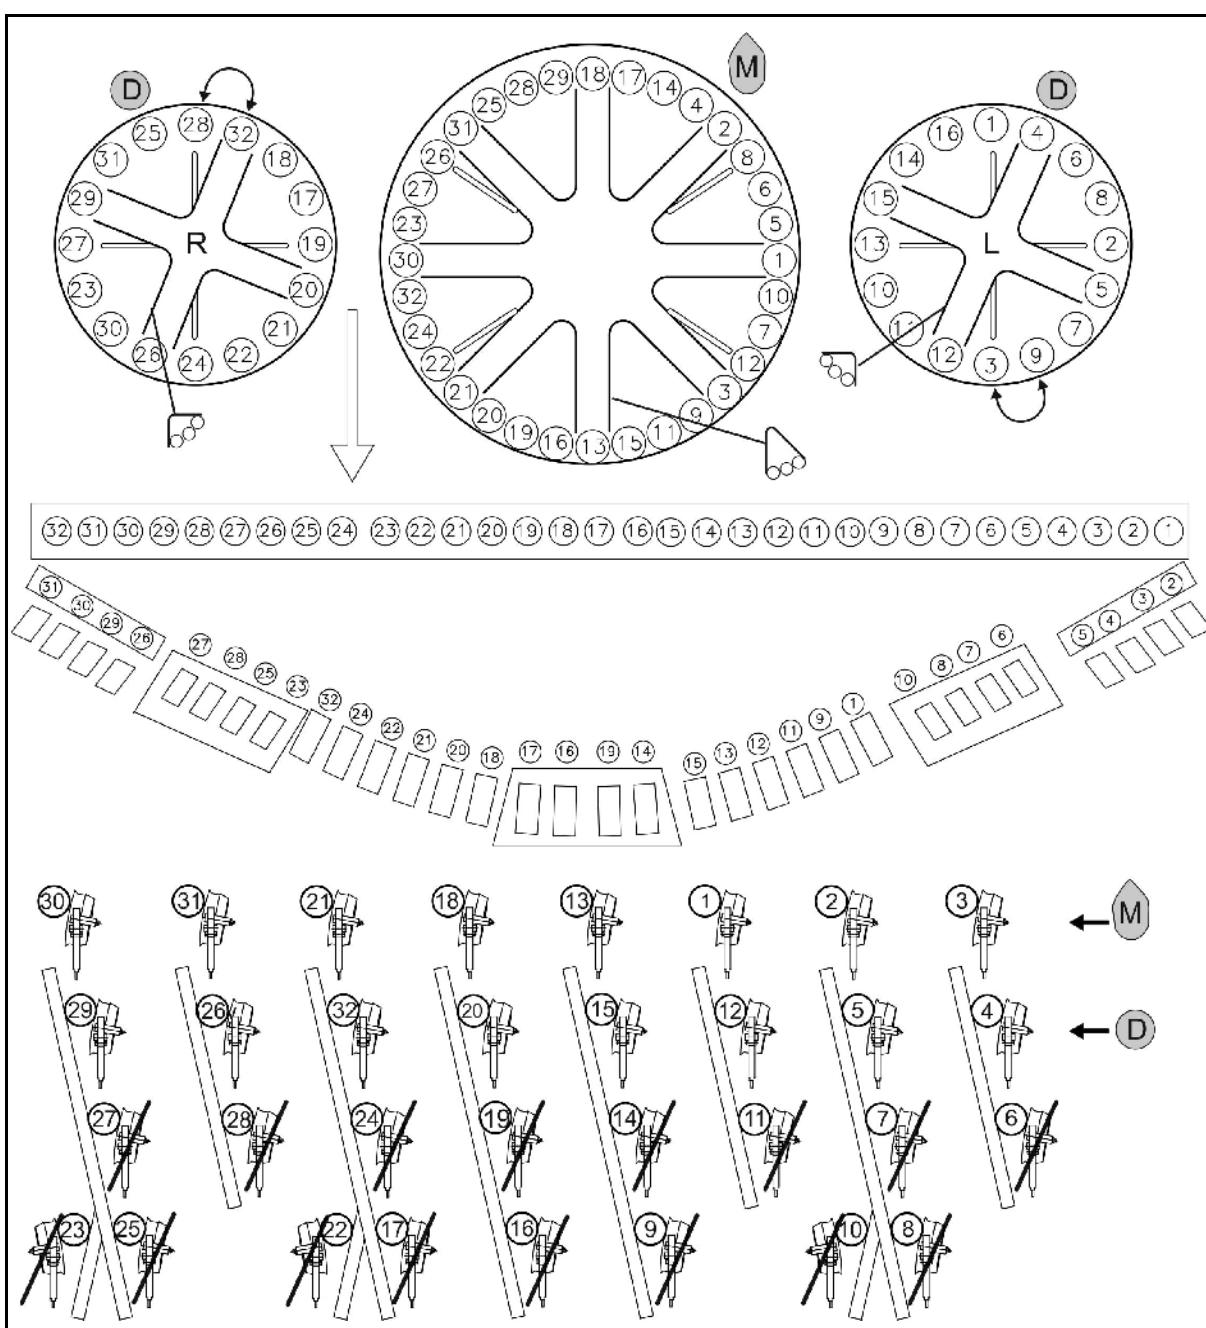

Рис. 50
- Кукуруза : установите заслонки  согласно Рис. 50.
- Удобрения : установите заслонки  согласно Рис. 50.